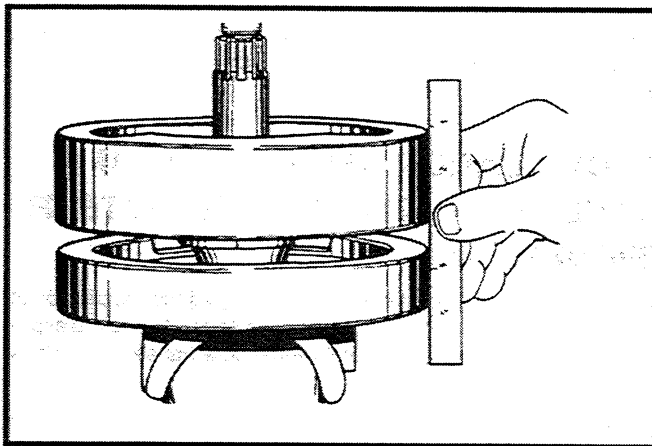

Figure 3-81. Alignement des masses
8. Voir Figure 3-81. Mettez une règle d'acier le long de la face extérieure des masses à 90° du maneton comme sur la Figure. Frappez sur le pourtour de la masse supérieure jusqu'à ce que les deux masses soient concentriques. Serrez l'écrou et vérifiez de nouveau avec la règle à intervalles proches.